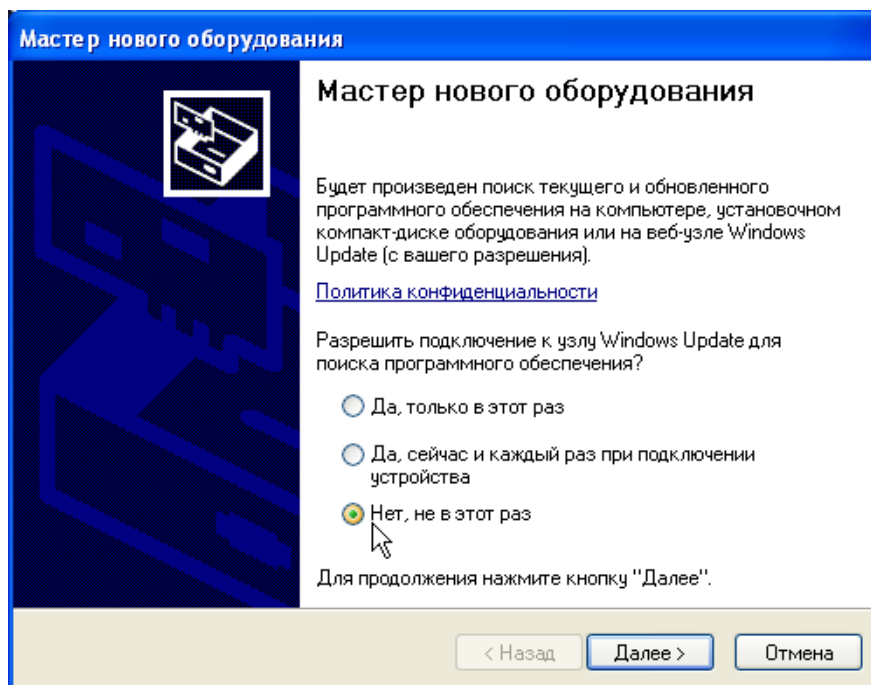

Рис.1. Окно "Мастер нового оборудования".
2.3. После включения питания операционная система компьютера обнаружит новое устройство и появится окно "Мастер обнаружения нового оборудования" (рис.1).